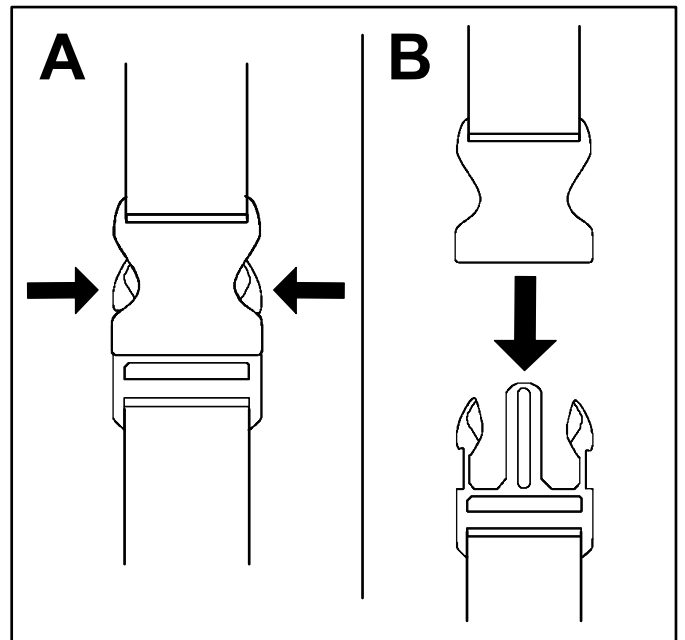

Figure 6
1. Appuyez de chaque côté de la boucle (A de Figure 6).
2. La boucle va se détacher toute seule (B de Figure 6).